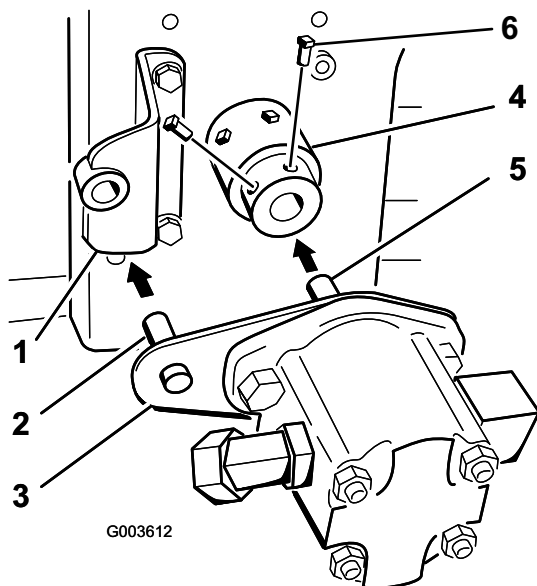

Figura 20
9. Mentre montate l'albero della pompa idraulica nel gruppo mozzo, montate il prigioniero della piastra della pompa nella staffa della pompa. L'albero della pompa idraulica toccherà l'estremità dell'albero della presa di forza del motore Figura 20.
mozzo per fissarlo all'albero della pompa idraulica (Figura 20).